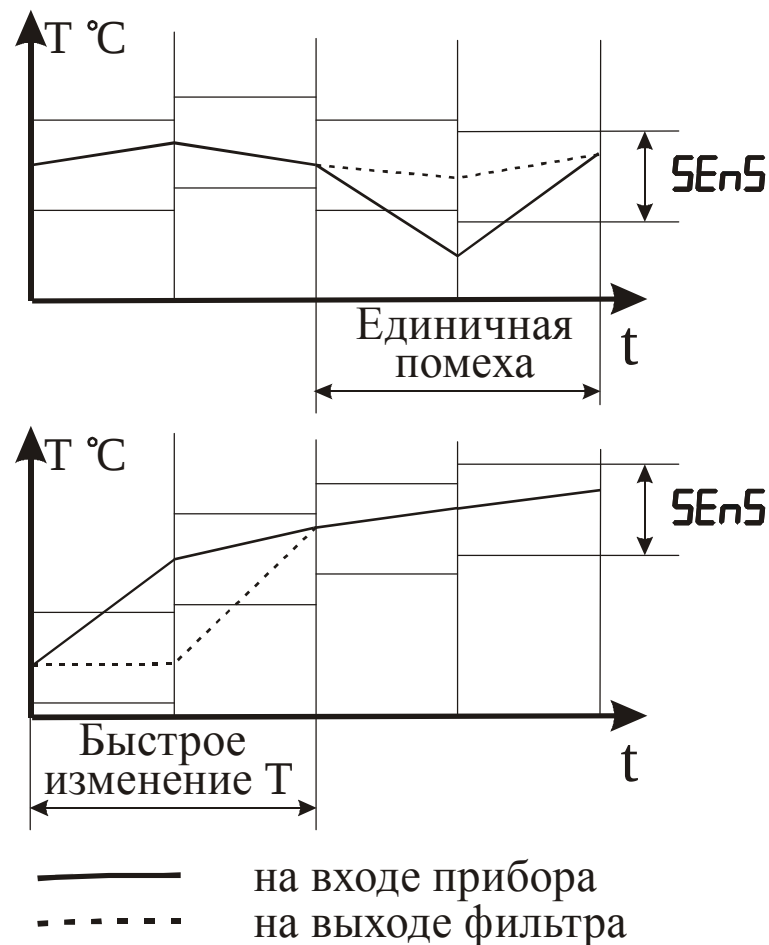

Рисунок 3.4 – Работа фильтра при воздействии случайной помехи и быстром изменении сигнала
3.3.2.4 С целью уменьшения влияния случайных импульсных помех на показания в прибор введена цифровая фильтрация. Работа фильтра описывается параметром “Полоса фильтра”. Если текущее значение температуры отличается от результатов предыдущего измерения на значение, которое превышает указанное в параметре “Полоса фильтра”, то проводится повторное измерение температуры, а на индикаторе остается старое значение (см. рисунок 3.4).